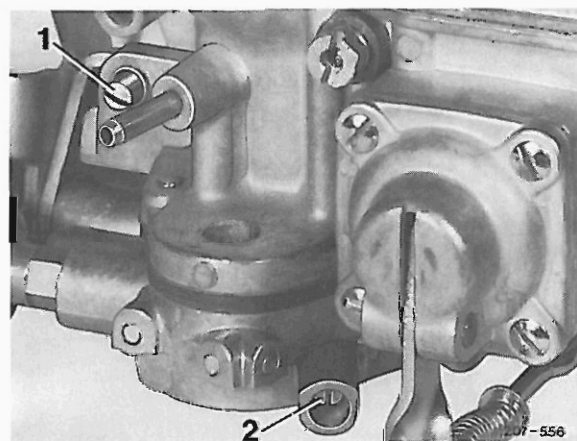

Bild 158
5 Regulierstange am Vergaser aushängen und prüfen, ob Drosselklappenhebel an der Leerlaufdrehzahl-Einstellschraube (1) anliegt (Bild 158).